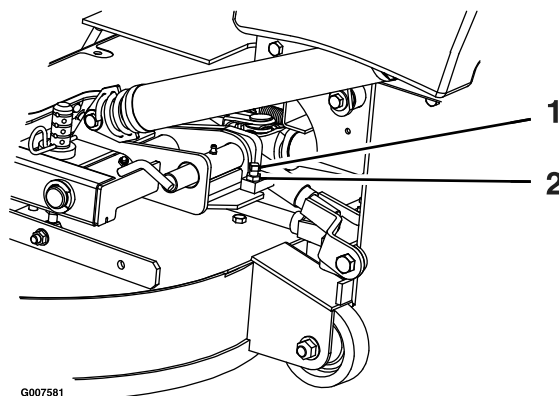

Рисунок 81
2. Ослабьте контргайку и затем поверните стопорный винт по часовой стрелке до плотной затяжки стопорного штифта, чтобы его нельзя было повернуть от руки (Рисунок 81).